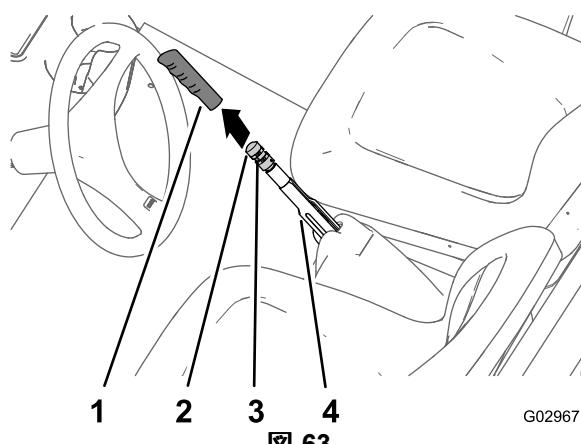

図 63
1. 駐車ブレーキレバーのゴム製グリップを外す図63。
2. 駐車ブレーキレバーに調整ノブを固定している固定ねじをゆるめる図63。
3. ブレーキを掛けるのに必要な力が 133156Nm $4.24.8\text{kg.m} = 3035\text{ft-lb}$ となるようにノブを回して調整する図63。
4. 固定ねじを締め、ゴム製グリップを取り付ける図63。
1. 駐車ブレーキのゴム製グリップを外す図 63。
2. 駐車ブレーキレバーに調整ノブを固定している固定ねじをゆるめ図 63、駐車ブレーキをゆるめて、ブレーキ調整ノブをゆるめる。
5. ブレーキを掛けるのに必要な力が 133156Nm 4.24.8kg.m = 3035ft-lb となるようにノブ図 63 を回して調整する。
- C. ブレーキを掛けるのに必要な力が 133156Nm 4.24.8kg.m = 3035ft-lb となるようにノブ図 63 を回して調整する。
- 固定ねじを締め、ゴム製グリップを取り付ける図 63。